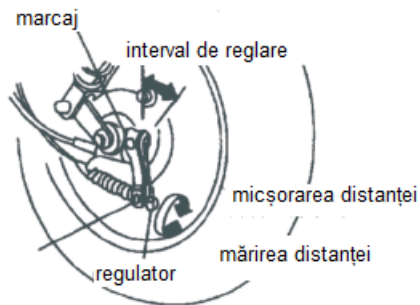

Figura 3-2
(1) Reglarea distanței la frânele față și spate este așa cum se arată în figura 3-2; dacă se constată că frâna nu este flexibilă, trebuie să se regleze piulițele regulatorului în conformitate cu direcția indicată de capul săgeții "micșorarea distanței" din figură (în general, acesta trebuie să fie în intervalul 1~3 cercuri). Dacă se constată că roata are tendința de frânare când conduceți (există frecare între tamburul de frână și sabotul de frână), înseamnă că cablul de frână este prea strâns și trebuie să se regleze piulițele regulatorului în conformitate cu direcția indicată de săgeata "mărirea distanței" din figură (în general, acesta trebuie să se încadreze în intervalul de 1~3 cercuri).